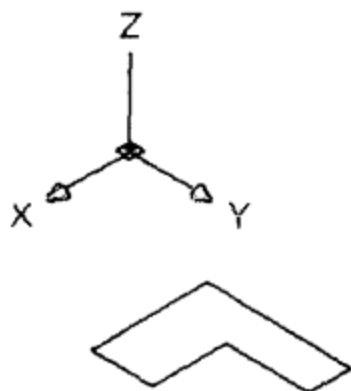

图 5-21 二维图形
例 5-6 将图 5-21 所示的二维图形绕 Y 轴旋转 360°生成三维实体。
(1) 首先用【多段线】命令绘制如图 5-21 所示图形。
(2) 单击【实体】工具条【旋转】命令按钮, 执行旋转命令, 命令行提示:
选择图 5-21 所示的二维图形。